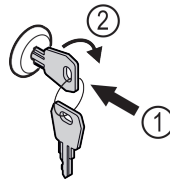

Fig. 160
- ▶ Πιέστε μέσα το κλειδί. Fig. 160 (1)
- ▶ Περιστρέψτε το κλειδί 90° δεξιόστροφα. Fig. 160 (2)